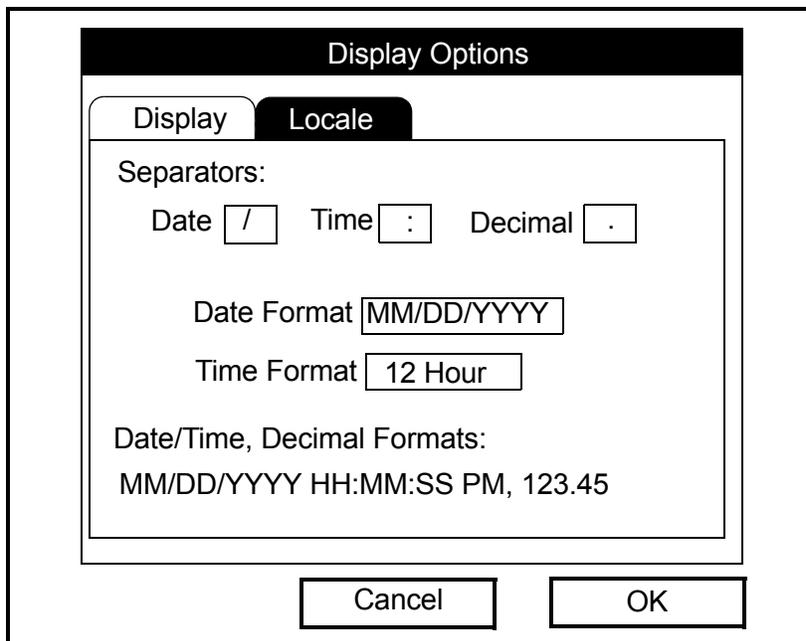

Рис. 3-14. Окно вкладки *Locale* (Место)
2. С помощью прокрутки выберите пункт меню *Locale* (Место) и нажмите [ENTER] (ВВОД). Будет открыта вкладка *Locale* (Место) окна *Display Options* (Параметры дисплея) (см. рисунок 3-14 ниже).